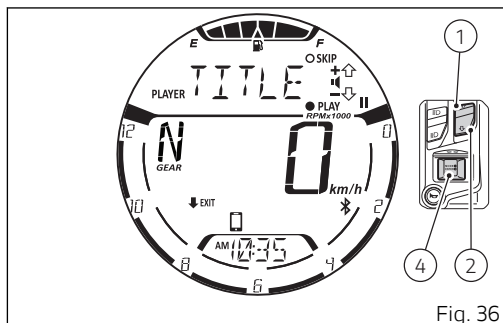

Fig. 36
Se vuelve a acceder al control del reproductor de música y el salpicadero vuelve a utilizar el pulsador (1), el pulsador (2) y el pulsador (4) solo para los controles del reproductor de música (Fig. 36).